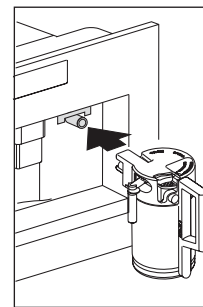

Fig. 32
- ▶ Togliere l'erogatore acqua calda (Fig. 13) ed agganciare il contenitore del latte all'ugello (Fig. 32).